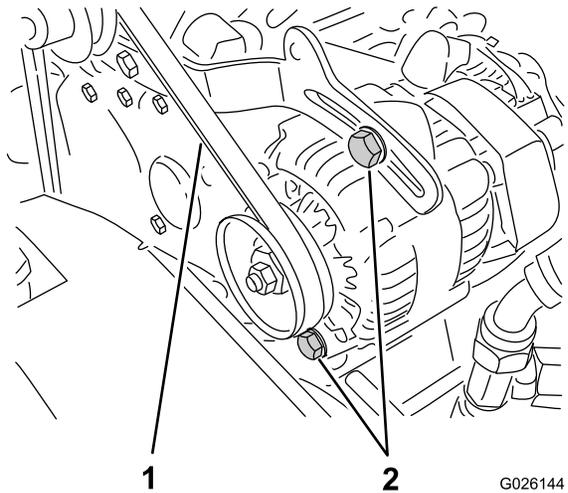

Рисунок 62
2. Проверьте натяжение, надавив на ремень посередине между шкивами коленчатого вала и генератора с усилием 10 кг (**Рисунок 62**).
- A. Ослабьте 2 болта крепления генератора (**Рисунок 62**).
B. С помощью рычага поверните генератор до достижения требуемого натяжения ремня, после чего затяните болты крепления (**Рисунок 62**).